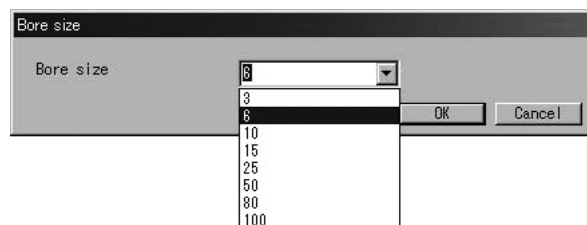

図38
- ③ 図38のように、右側の矢印をクリックしてドロップダウンリストの中から設定する口径を選択してください。